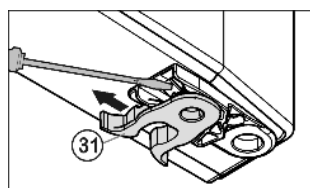

Fig. 7
- ▶ Снимите пробку (21).
- ▶ Открутите (26) опорный кронштейн (25).
- ▶ Полностью выкрутите установочный винт (40) и вкрутите на противоположной стороне на нижнем опорном кронштейне, чтобы он был заподлицо с этим кронштейном.
- ▶ Открутите (29) опорную деталь (28) и, переставив в отверстие на противоположной стороне опорного кронштейна, снова прикрутите.
- ▶ Переставьте пробку (21) в свободное отверстие.
- ▶ Выкрутите болт (27) и переставьте его на противоположную сторону.
- ▶ Снова прикрутите опорный кронштейн (25) на новой стороне шарнира (с моментом 4 Нм). При необходимости используйте аккумуляторный шуруповерт.
- ▶ Снова закрутите опорный палец (22) с шайбой.
- ▶ Затяните установочный винт (40).
- ▶ переставить пружинный зажим Fig. 7 (31): Нажать вниз язычок защелки, снять с него пружинный зажим.